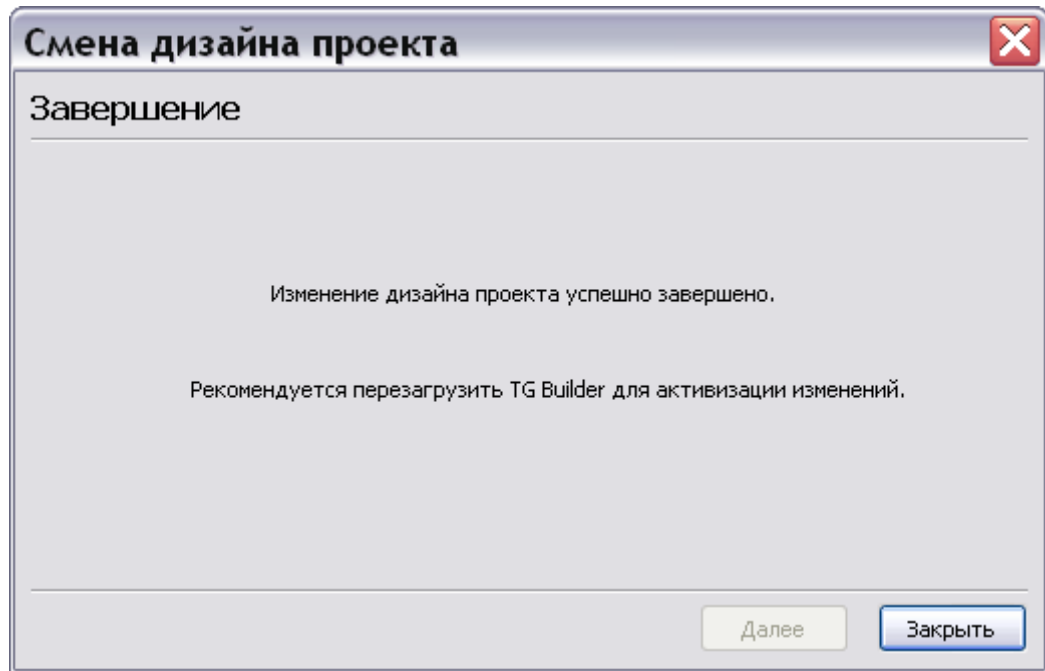

Рисунок 41
9) Нажатие на кнопку **Далее** запустит процесс смены дизайна, после его завершения откроется окно **Смена дизайна проекта/Завершение** (рисунок 41).